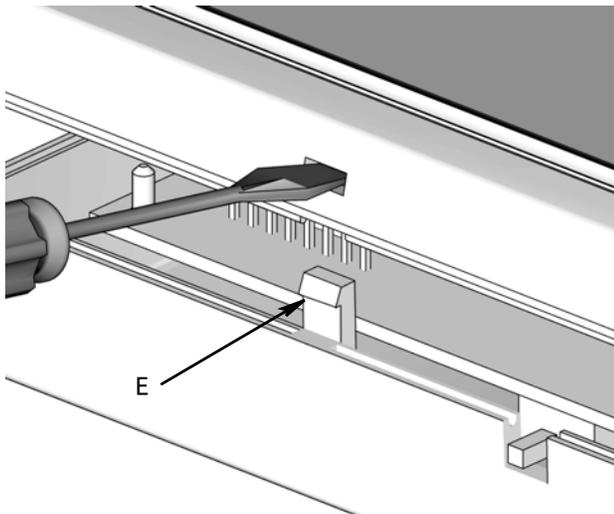

图 11
1. 在盒盖两边使用平头螺丝刀压住盖夹（E）以便将顶盖从收发器箱上卸下，如图 11 所示。